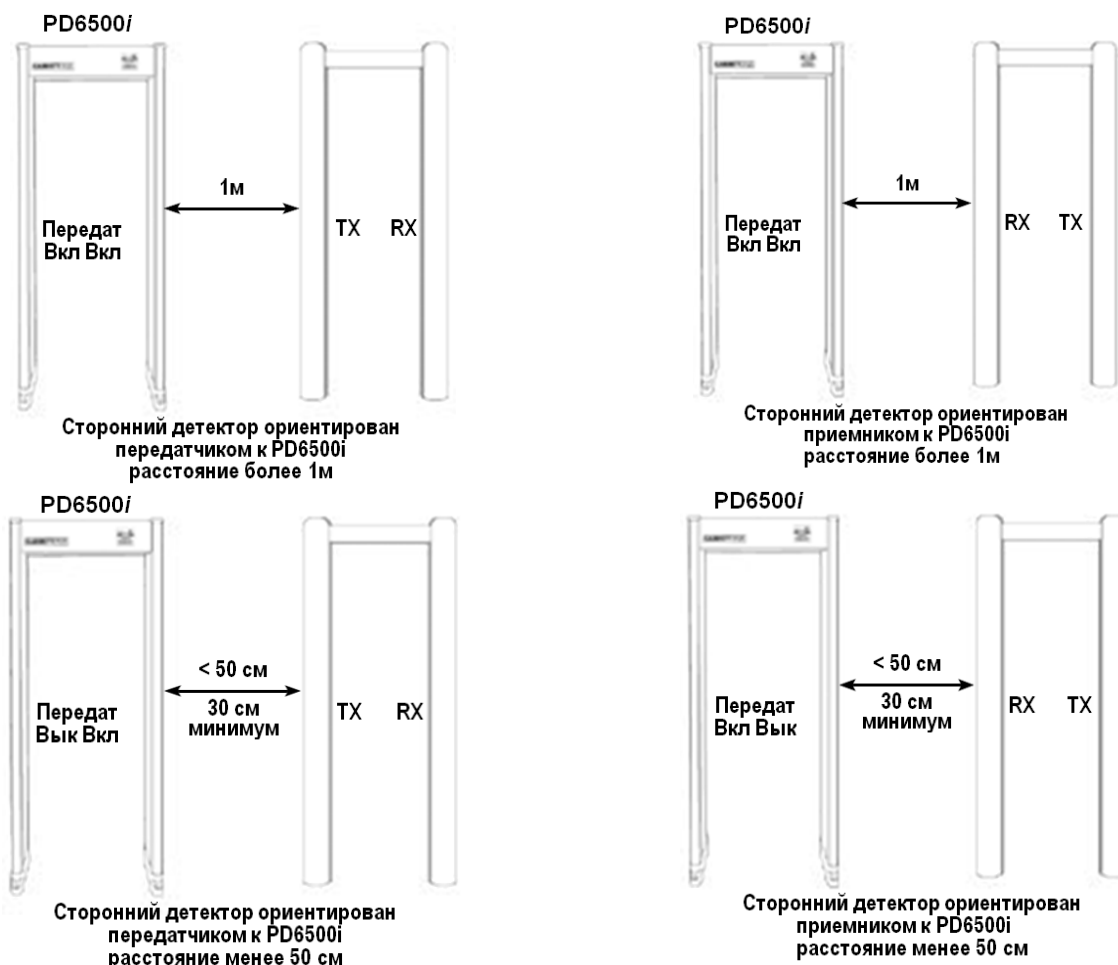

Рисунок 2- 12
- PD6500i используется в комбинации с металлодетекторами сторонних производителей. (См. Рисунок 2- 12)